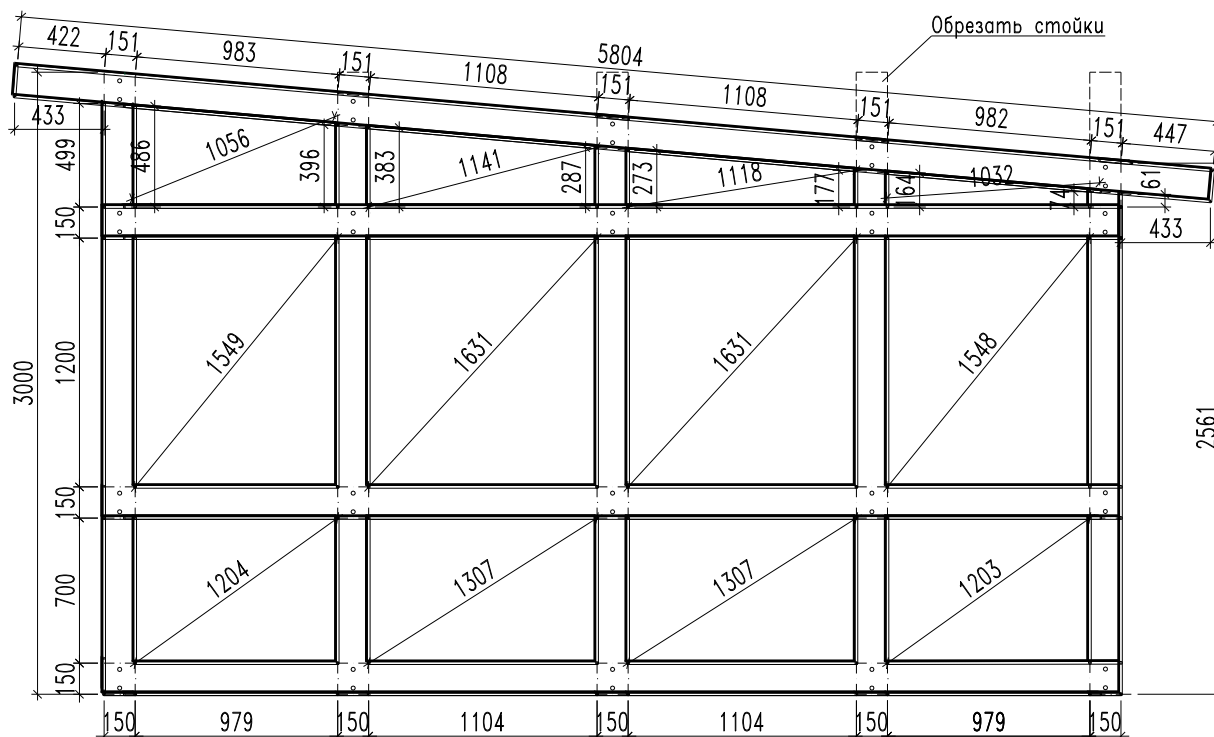

рис.6 – Схема крепления балок к стойкам.
- 3) Поверх стоек уложить горизонтальные балки согласно рис. 6. После проверки размеров и диагоналей необходимо закрепить все балки к стойкам шурупами-саморезами 3,5х65 по одному саморезу на узел.
- 6) Проверить диагонали согласно рис.6.